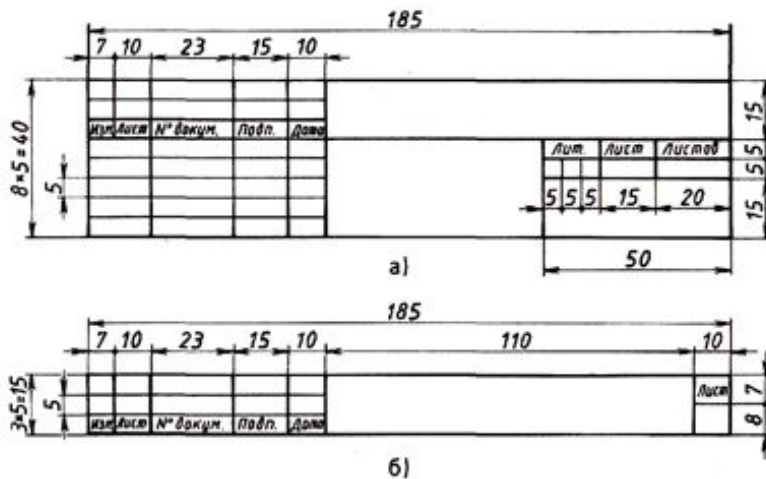

Рис. 233. Форма и размеры основной надписи спецификации
- Описание спецификации дается в ГОСТ 2.108-68, ГОСТ 2.105-79 и ГОСТ 2.113-73. Она выполняется на листе формата А4, который оформляется внутренней рамкой и содержит основную надпись чертежа размером 40 мм х 185 мм (рис. 233, а). Над основной надписью помещаются графы спецификации.
- В тех случаях, когда спецификация выполняется на нескольких листах, основная надпись на последующих листах имеет вид, представленный на рис. 233, б.